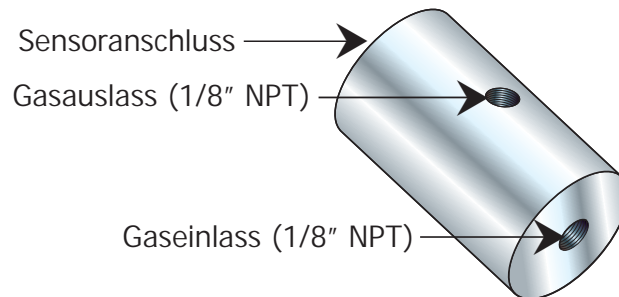

Abbildung 3 *Probenblock*
3. Die Gasanschlüsse für den Remote-Sensor erfolgen entweder über einen dauerhaft installierten Probenanschluss, in den der Remote-Sensor eingebaut werden kann, oder über einen Sensorblock (siehe Abb. 3), der direkt am Sensor befestigt ist und um den die Probe strömt. Das Probengas strömt über Kupplungen in den Sensorblock, die über 1/8" NPT-Gewinde angeschlossen werden können. Eine Dowty-Unterlegscheibe wird zur Abdichtung zwischen Sensor und Block mitgeliefert.